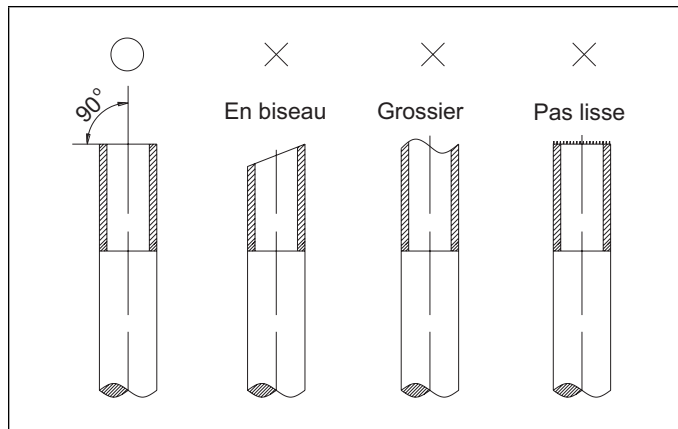

Figure 18. Coupe des conduites
4. Couper les conduites avec un coupe-tube. Les coupes doivent être plates et lisses comme illustrées à la «Figure 18. Coupe des conduites»